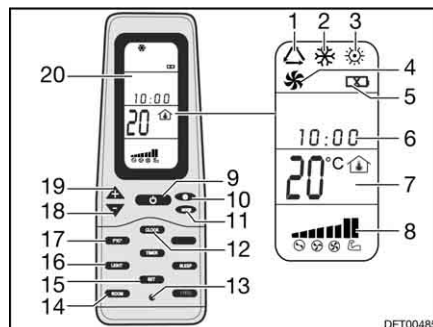

Fig. 200 Mando a distancia
- Pulsar la tecla ON/OFF (Fig. 200,9).
- Pulsar la tecla "Mode" (Fig. 200,11) las veces que sean necesarias hasta que se visualice el modo de funcionamiento deseado (Fig. 200,1, 2, 3 ó 4) en el display (Fig. 200,20).
- Ajustar la temperatura deseada con las teclas "+" (Fig. 200,19) y "-" (Fig. 200,18).
- Seleccionar la etapa deseada del ventilador con la tecla Velocidad del ventilador (Fig. 200,10).